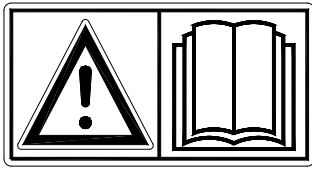

Fig. 1
**Læs og forstå** (Fig. 1) manualen før du benytter Verti-Drain®.